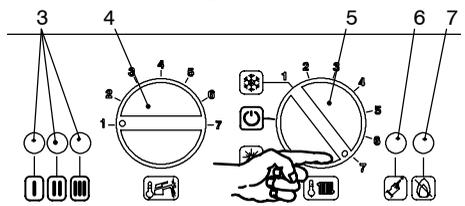
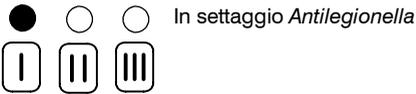
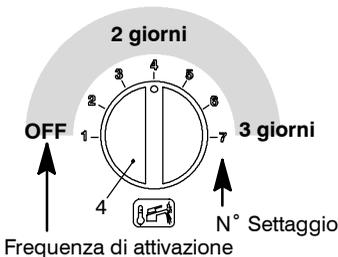
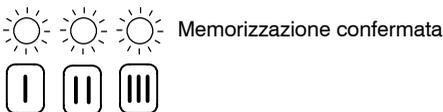

fig. 5.31
fig. 5.32
fig. 5.33
fig. 5.34
- 3 Ruotare il selettore di funzione 5 come in fig. 5.31
- 4 Tenere premuto il pulsante di ripristino 6 in fig. 5.31 per circa 10 secondi, la lampada di blocco 7 in fig. 5.31 inizierà a lampeggiare.
5 Le spie di segnalazione 3 in fig. 5.31 si visualizzano come in fig. 5.32 (leggenda spie fig. 5.23)
Per visualizzare il settaggio impostato tenere premuto il pulsante di ripristino 6 in fig. 5.31 per circa 5 secondi. Le spie di segnalazione 3 in fig. 5.31 lampeggeranno un numero di volte pari al settaggio (fig. 5.33).
- 6 Per cambiare il settaggio ruotare la manopola regolazione temperatura sanitari 4 in fig. 5.31 e posizionarla per la **Frequenza di attivazione** prescelta fig. 5.33 (nella figura es. manopola settata per **Frequenza di attivazione ogni 2 giorni**), la lampada di segnalazione blocco 7 in fig. 5.31 lampeggia velocemente.
7 Per memorizzare il settaggio premere il pulsante di ripristino 6 in fig. 5.31 per circa 5 secondi, le spie di segnalazione 3 in fig. 5.31 lampeggiano tutte quante simultaneamente come in fig. 5.34 (leggenda spie fig. 5.23)
Successivamente riposizionare il selettore 5 in fig. 5.31 nella posizione desiderata.